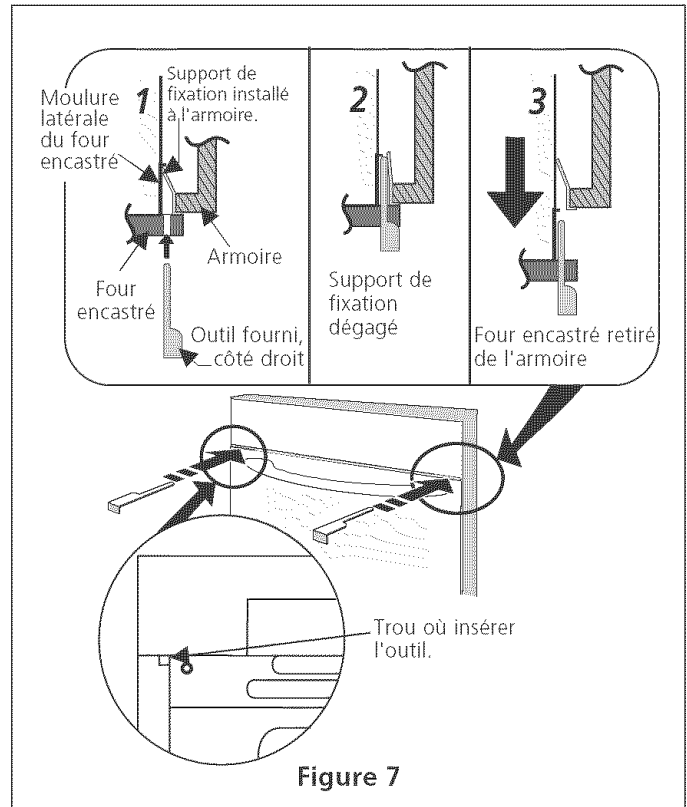

Figure 7
4. Poussez l'appareil à l'intérieur contre l'armoire, les supports anti-bascules situés sur le côté de l'appareil se fixeront derrière ceux qui viennent d'être installés au cabinet. Pour retirer le four du cabinet pour l'entretien, insérez les outils fournis avec l'appareil dans les ouvertures situés sur les côtés du châssis et visible lorsque la porte est ouverte (voir la figure 7).